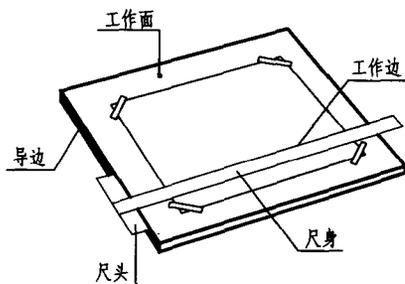
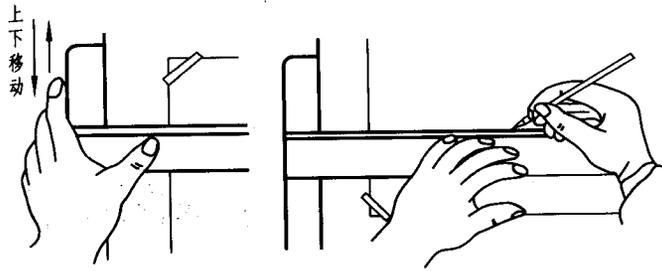
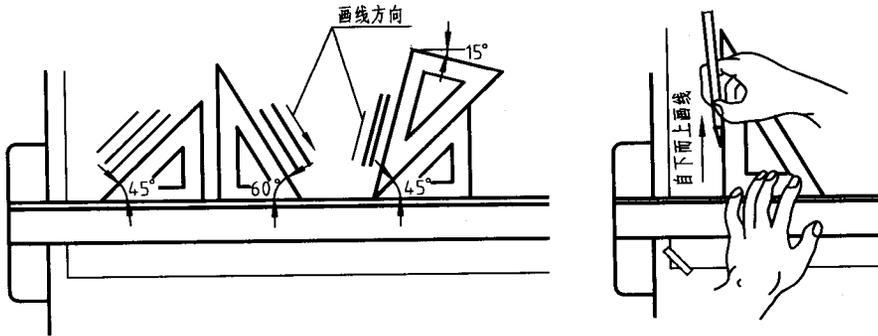
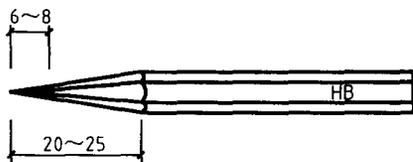

图 1-1 图板和丁字尺
图 1-2 丁字尺的移动及画水平线
图 1-3 15°倍数斜线画法
图 1-7 铅笔的削法
(1) 图板是用作画图时的垫板，制图时图板通常倾斜 15° 。
(2) 丁字尺和图板是配合使用的（图 1-1）。丁字尺沿图板左侧（称导边）上下移动可画出水平线（图 1-2）。
(3) 三角板（装饰或室内设计常用规格 20cm 长的）和丁字尺配合可画出 15° 倍数角的倾斜线（图 1-3）。一副三角板（包含 30° 、 60° 及 45° 两块）配合使用，可以画出各种斜度的平行线或垂直线（图 1-4）。
(1) 铅笔的标号 B 和 H 分别表示铅芯的软、硬度，数字越大分别表示铅芯越软或越硬。铅笔的削法如图 1-7 所示，铅笔的用法如图 1-2、图 1-3 所示。